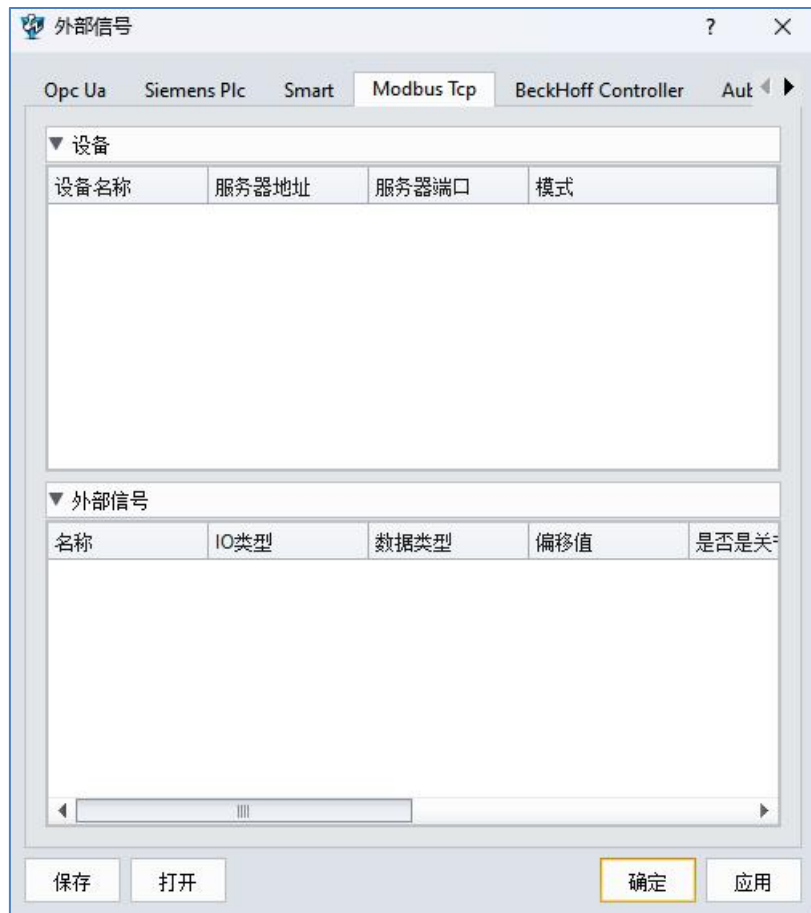

图 12-11：外部信号
- 在 "Modbus Tcp" 下, 右键单击 "设备" 下的空白框, 选择 "添加设备"。(图 12-11)